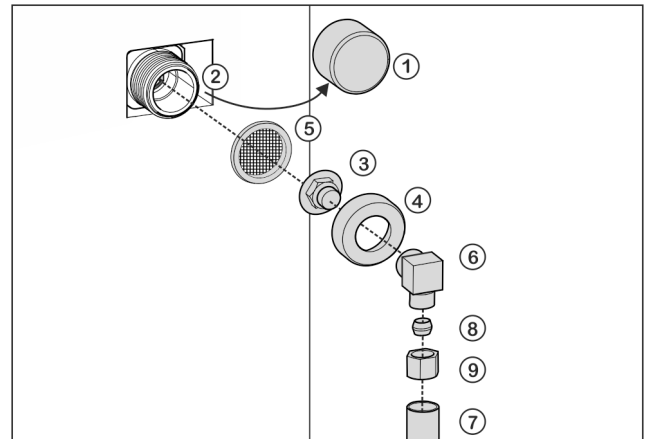

Fig. 23
- ▶ Enlever le bouchon Fig. 23 (1) de l'électrovanne Fig. 23 (2).
- ▶ Insérer la pièce de raccordement Fig. 23 (3) dans l'écrou-raccord Fig. 23 (4).
- ▶ Insérer le filtre Fig. 23 (5) avec la cavité dirigée vers le bas en direction de la pièce de raccordement Fig. 23 (3).
- ▶ Visser l'écrou-raccord Fig. 23 (4) à la main sur le filetage de l'électrovanne Fig. 23 (2) jusqu'à ce qu'il soit bien positionné.
- ▶ Visser le coude *Fig. 23 (6)*.
- ▶ Raccorder la conduite d'eau *Fig. 23 (7)* (par ex. conduite en cuivre de 1/4" OD) au coude *Fig. 23 (6)* à l'aide de la bague de serrage *Fig. 23 (8)* et de l'écrou *Fig. 23 (9)*.
- ▶ Si nécessaire : Fixer la conduite d'eau *Fig. 23 (7)* sur le boîtier à l'aide de l'étrier d'arrêt.
- ▶ Mettre le coude *Fig. 23 (6)* de côté.
- ▶ Raccorder la conduite d'eau *Fig. 23 (7)* (par ex. conduite en cuivre 1/4" OD) à la pièce de raccordement *Fig. 23 (3)* avec une bague de serrage *Fig. 23 (8)* et un écrou *Fig. 23 (9)*.